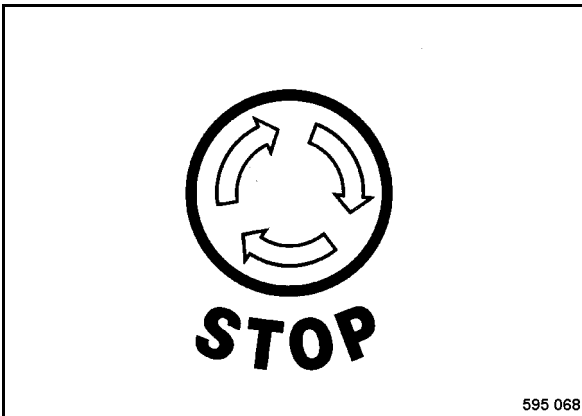

Fig. 74
- Hundir el botón del interruptor de parada de emergencia (Fig. 74), en posición final se bloquea de forma automática.